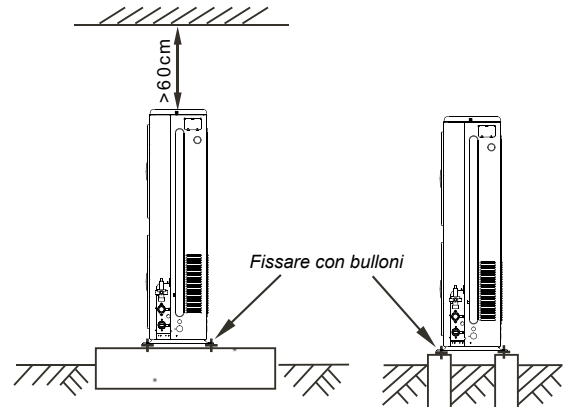

Fig. 5-6
- Realizzare un basamento in calcestruzzo, in base alle specifiche delle Unità Esterne (fare riferimento alla Fig. 5-6).
- Fissare i piedini dell'Unità con bulloni in modo saldo, per evitare la caduta dell'Unità in caso di terremoto o forte vento (vedi Fig. 5-6).